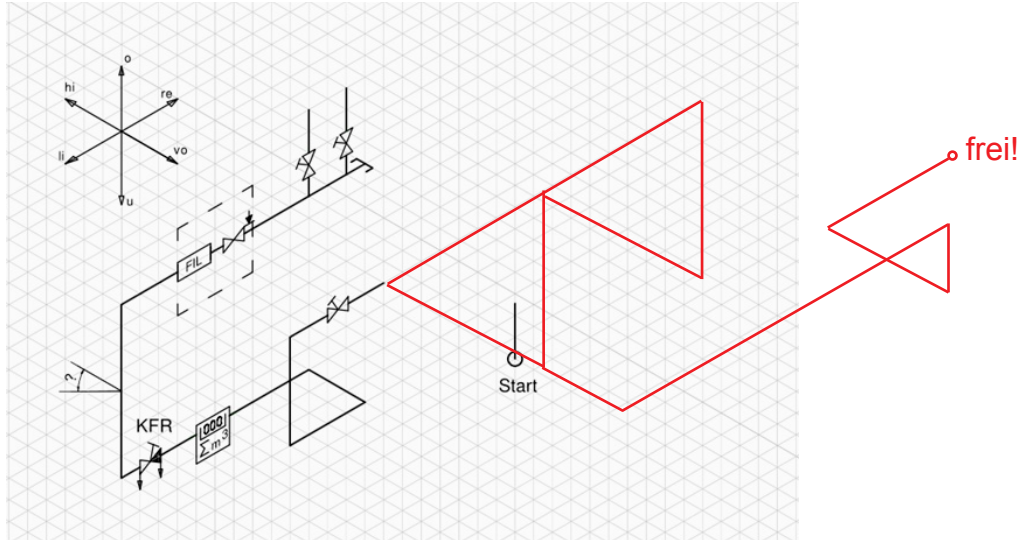

Bild 4
a) Wie heißt die in Bild 4 gezeigte räumliche Darstellung?
Zeichne den Fluchtweg (Start in Bild 4).